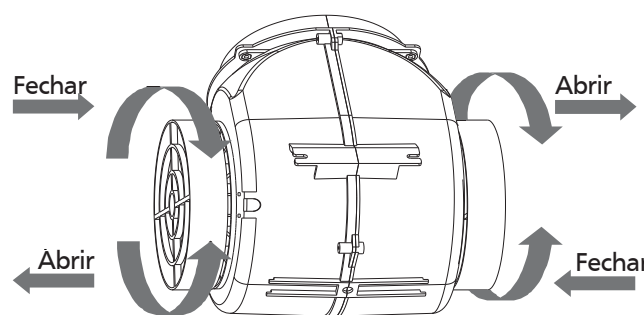

Fig.11
- Os filtros de carvão ativado estão localizados nas laterais do motor. Gire-os até que estejam travados (fig.11).